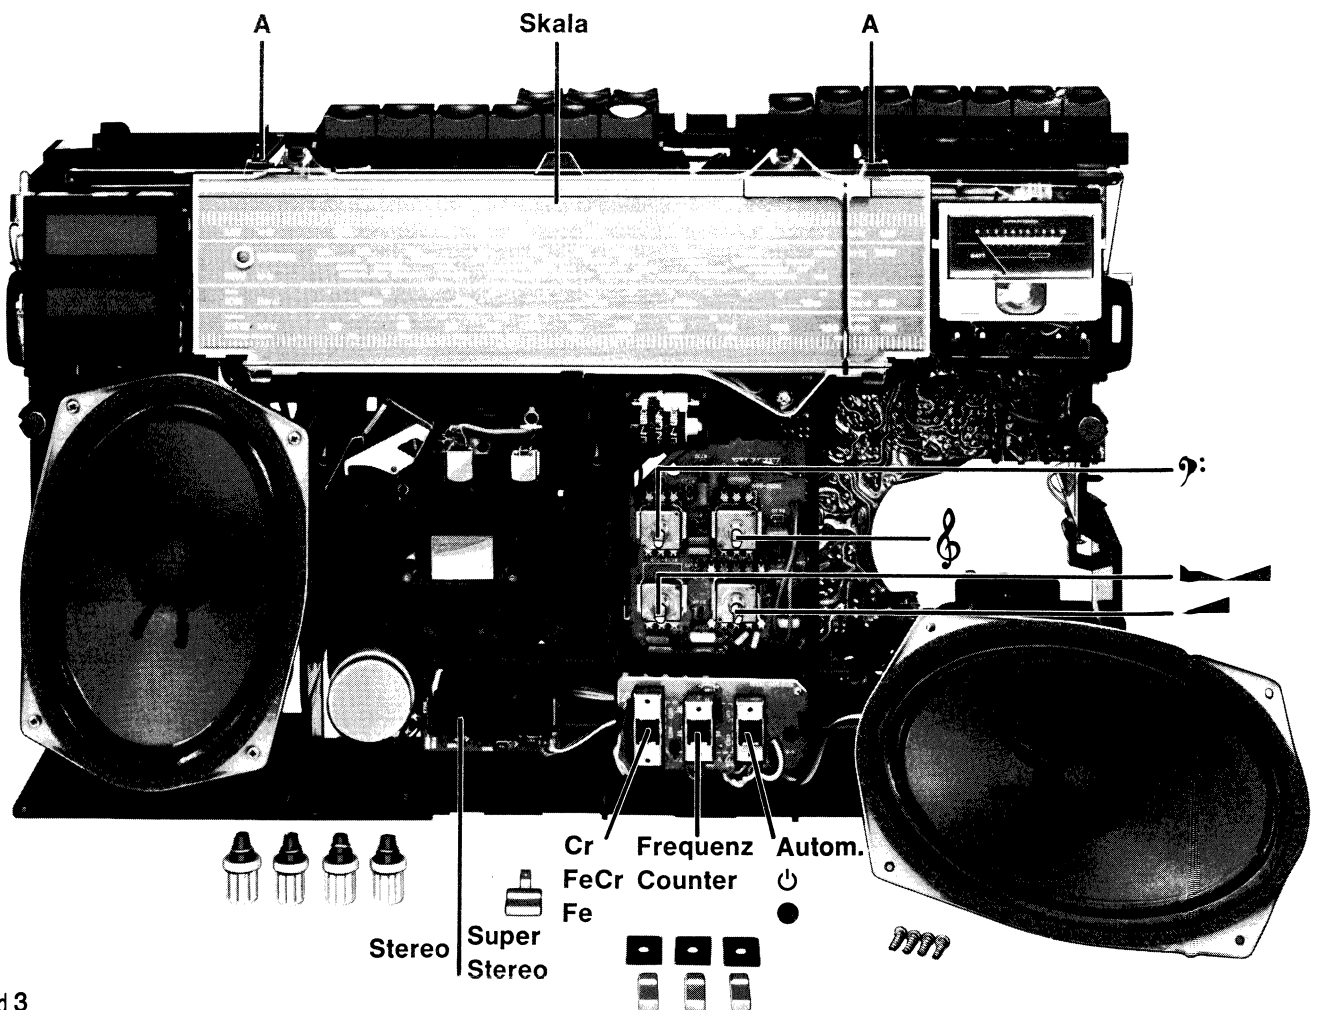

Bild 3
- Sämtliche Knöpfe, einschließlich der Kipphebel und den Senderwahlknopf abziehen [Bild 3].
### 2.3 Ausbau der Skala [Bild 3, 4]
- Skalenseil auf die Rastnasen **A** heben [Bild 3].